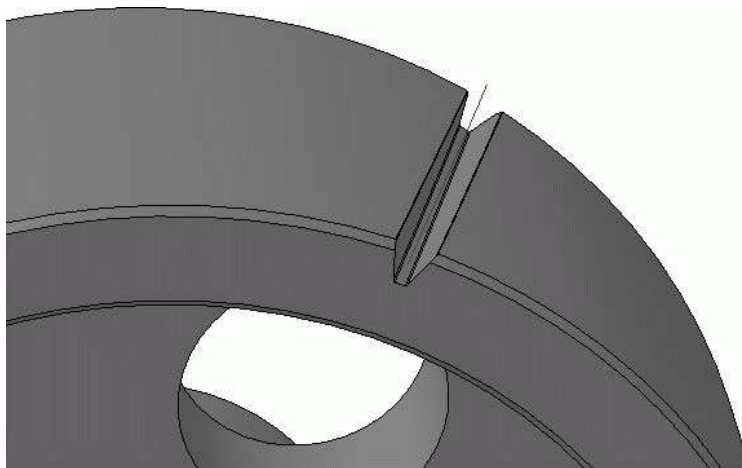

Рис. 3.60. Вырезание зубьев в колесе
1. Нажмите кнопку **Вырезать кинематически** панели инструментов **Редактирование детали**. Щелкните на кнопке **Сечение** на вкладке **Параметры панели свойств**, затем сразу выделите эскиз профиля выреза между зубьями в дереве построения. Эскиз в окне модели и в дереве построения должен подсветиться красным цветом, а в поле справа от кнопки **Сечение** должно отобразиться его наименование (у меня это **Эскиз:3**). Далее щелкните на кнопке **Траектория** и в дереве построения или прямо на модели выделите спираль. На модели сразу сформируется фантом операции вырезания. Проследите, чтобы в группе кнопок **Движение сечения** была нажата кнопка **Сохранять угол наклона**. Подтвердите выполнение операции, нажав кнопку **Создать объект**. Мы получили первый вырез в зубчатом венце колеса (рис. 3.60).